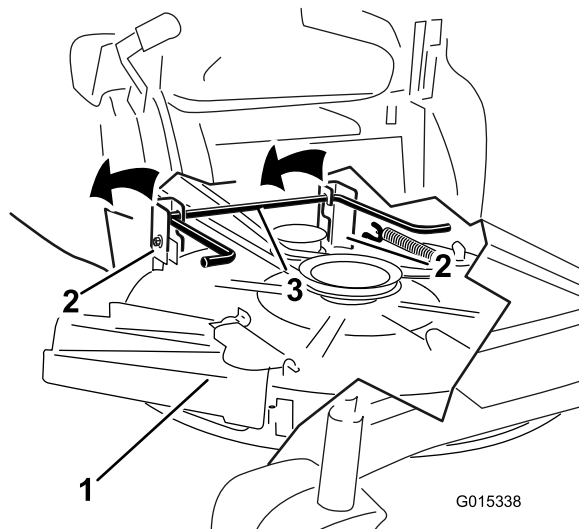

Figure 53
- Soulevez et déposez le tablier de coupe et les supports de la tige de levage arrière et abaissez le tablier au sol avec précaution (Figure 53).
5. Soulevez l'arrière du tablier de coupe et guidez les supports sur la tige de levage arrière (Figure 53).